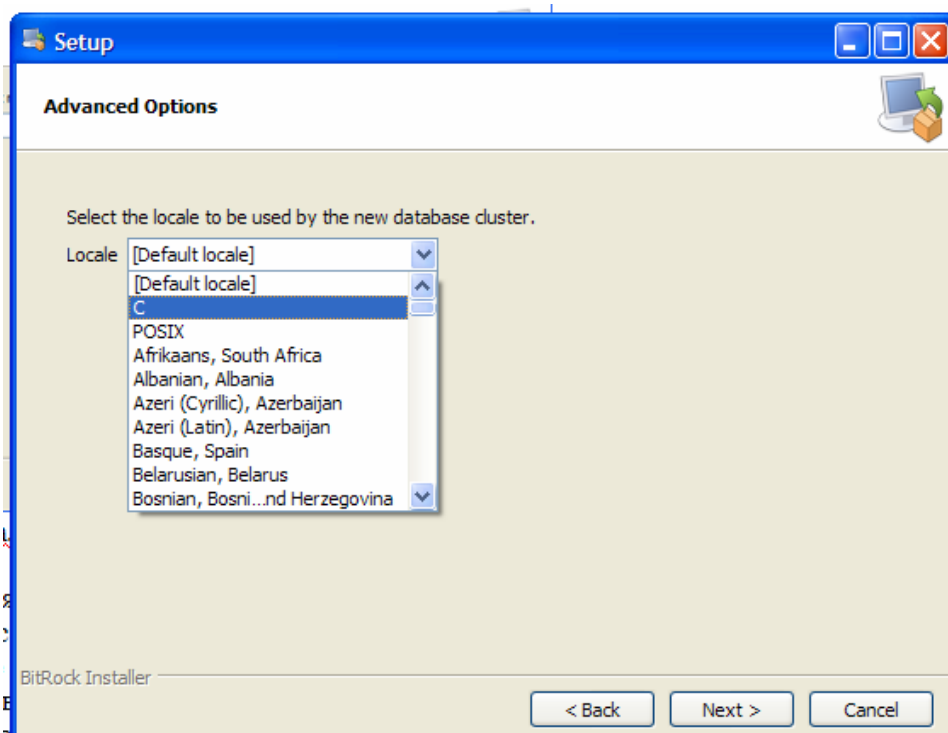
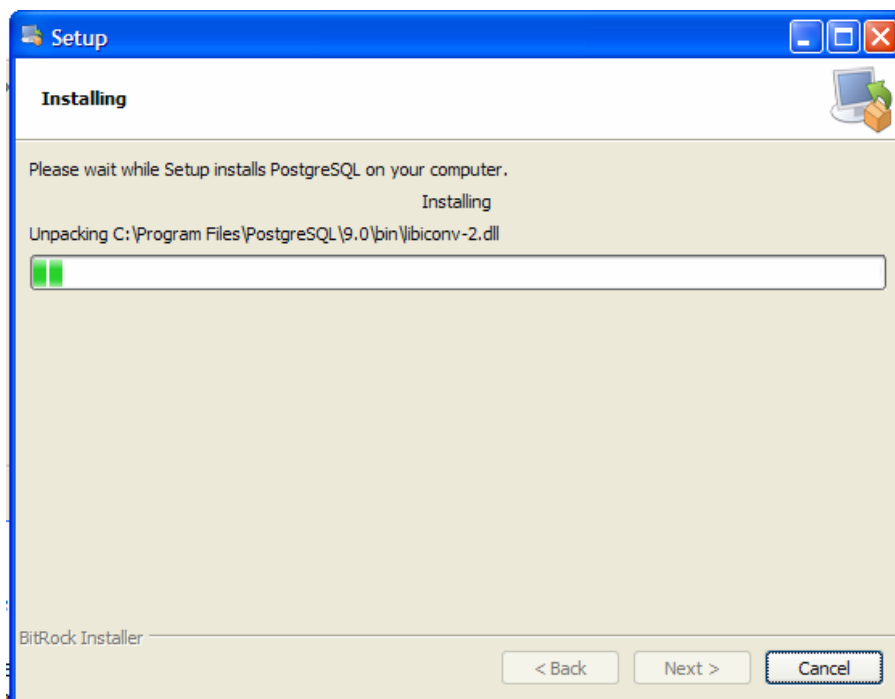

Рис. 14.5
Рис. 14.6
6. В выпадающем списке поля «Locale» выбрать «C» (рис. 14.5) и нажать «Next >» после чего начнется установка базы данных (рис. 14.6).